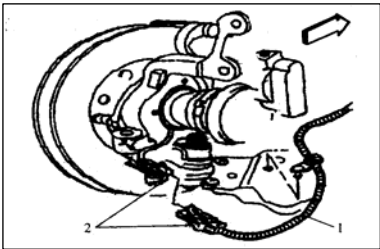

图 5.1-9 分离车轮速度传感器
- (1) 前制动轮毂总成的拆卸
- ① 升起并适当支撑车辆，拆卸车轮总成。
- ② 如图 5.1-9 所示，断开车轮速传感器插接器，从托架上拆卸车轮速度传感器。